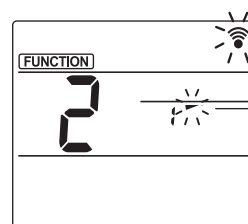

Fig. 3
- ③ Impostazione dell'angolazione deflettore (Fig. 3)